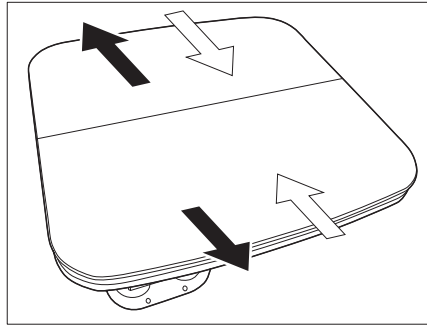

Fig. 102 Écarter l'une de l'autre les parties extérieures
- Écarter l'une de l'autre les parties extérieures de la table (Fig. 102 - flèches noires).
- Rapprocher les parties extérieures de la table (Fig. 102 - flèches blanches).